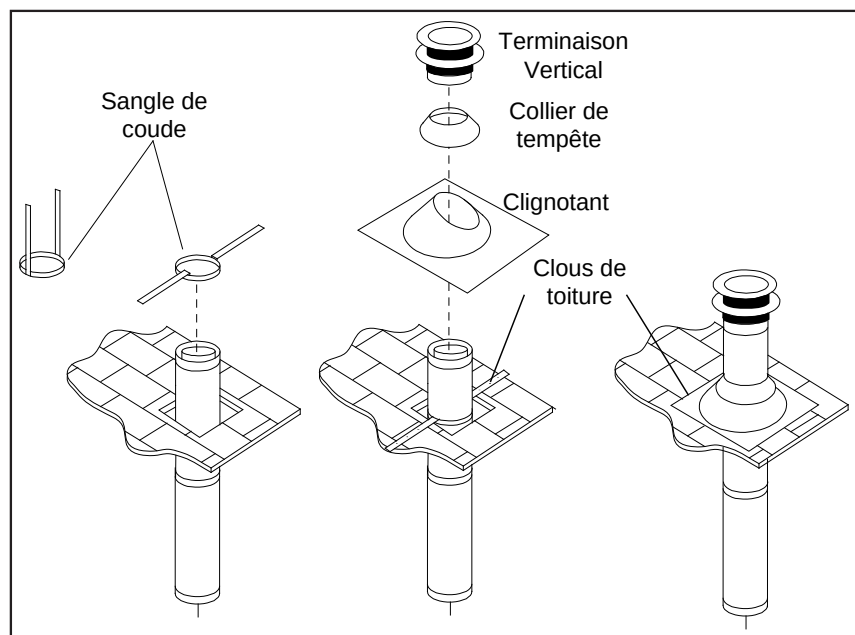

Figure 54: Terminaison d'évent vertical
ÉTAPE 3. Pour installer la boîte de support ronde / la cosse murale dans un plafond plat, percez un trou carré de 25,4 cm (10 pouces) dans le plafond, centré dans le trou percé à l'étape 2. Encadrez le trou comme indiqué à la Figure 54.
- ÉTAPE 9.** Glissez le collet de solin par-dessus le tuyau et poussez-le vers le haut du solin de toit, comme illustré à la Figure 54. Utilisez du mastic non durcissant autour du joint entre le tuyau et le collet de solin.